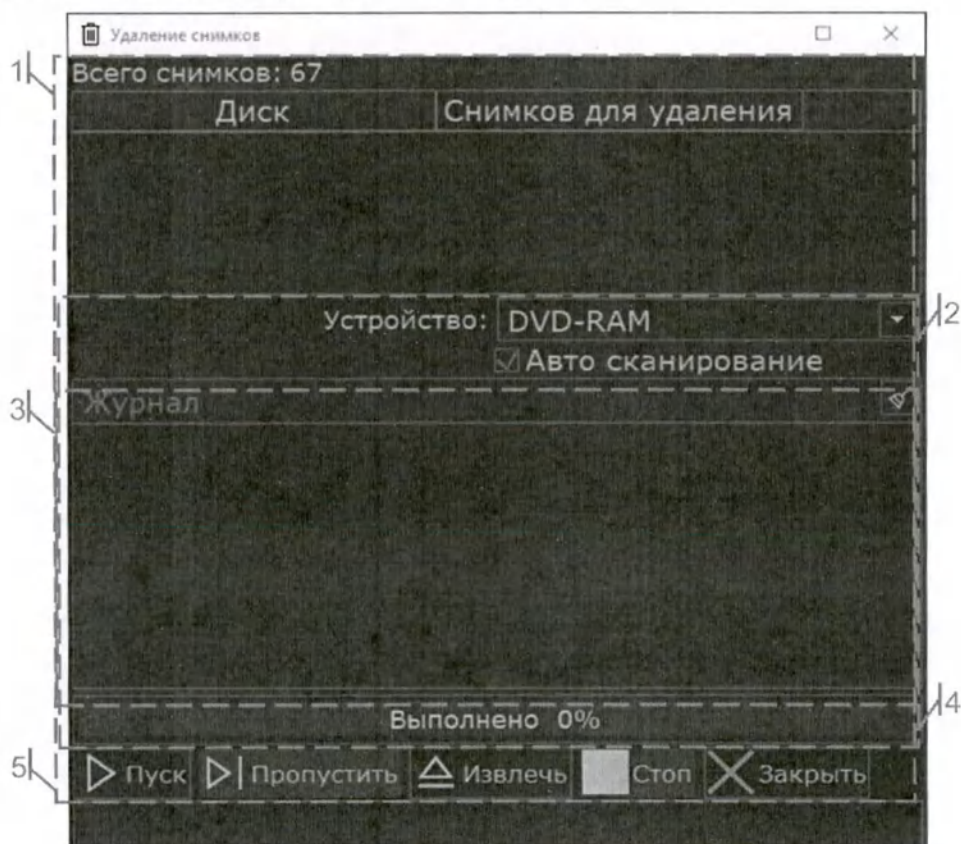

Рис. 28 Внешний вид окна "Удаление снимков"
- Откроется окно «Удаление снимков» (Рис. 28 Внешний вид окна "Удаление снимков")